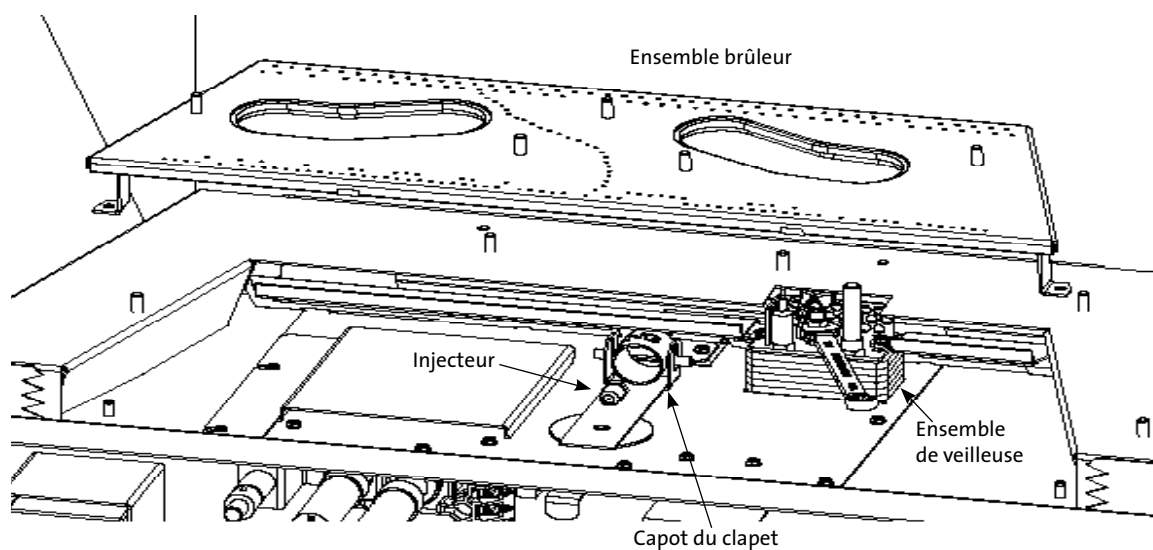

Figure 7.4. Retrait du brûleur et de l'injecteur.
3. **RETIREZ LE BRÛLEUR - Figure 7.4**
4. **REPLACEZ L'INJECTEUR DU BRÛLEUR :** Avec une clé à fourche ou douille de puits profond de 1/2 po ou 13 mm, retirez l'injecteur du brûleur d'origine du raccord en laiton à l'arrière de la boîte à feu. Voir la figure 7.4. Installez l'injecteur de la trousse de conversion et serrez-le fermement.